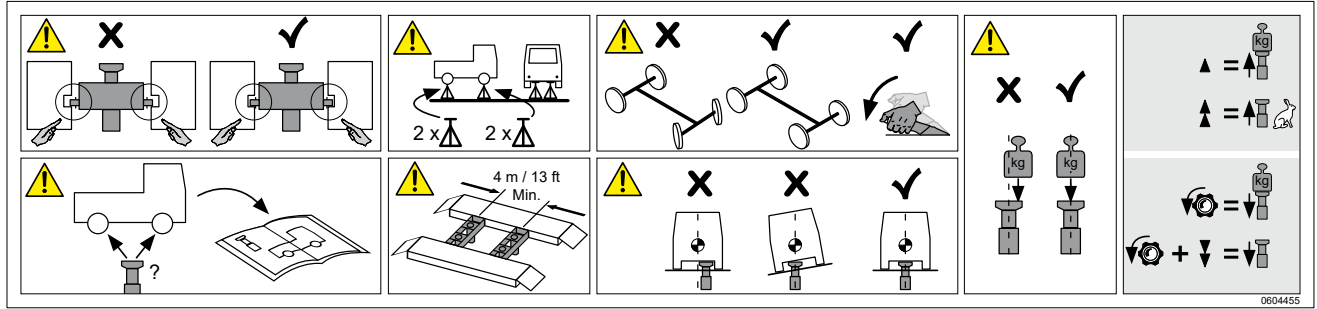

Fig.42
- Mærkater af sikkerhedsmæssig betydning er læsbare (*Fig.42*).
- Furthermore all safety labels must be checked to ensure that they are legible (*Fig.42*).
- Lesbarkeit wichtiger Sicherheitshinweise (*Fig.42*).
- Toutes les étiquettes de sécurité doivent être vérifiées pour s'assurer qu'elles sont lisibles (*Fig.42*).
- Vidare måste alla säkerhetsdekaler kontrolleras för att säkerställa att de är läsliga (*Fig.42*).
- Myös kaikkien varoitustarjosten luettavuus on tarkastettava (*Fig.42*).
- Bovendien moeten alle veiligheidslabels worden gecontroleerd om ervoor te zorgen dat ze leesbaar zijn (*Fig.42*).
- Además, se deben comprobar todas las etiquetas de seguridad para asegurarse de que son legibles (*Fig.42*).
- Кроме того, все предупреждающие этикетки должны проверяться на предмет их разборчивости (Fig.42).
- Inoltre, è necessario controllare l'integrità e la perfetta leggibilità di tutte le etichette di sicurezza (Fig.42).